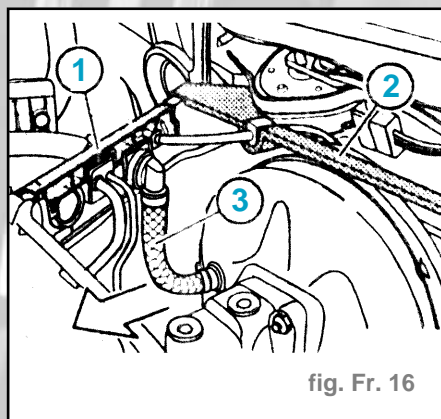

fig. Fr. 16
- Déposer le capuchon (1) du passage des conduites (fig. Fr. 16).